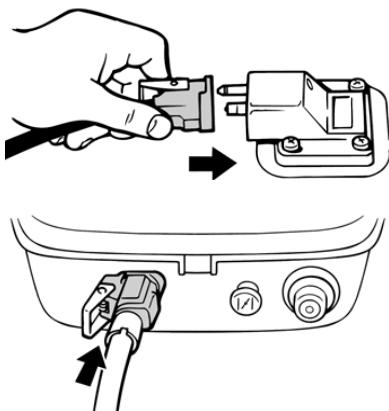

Рис.12 Подключение внешнего топливного бака
- Подключите внешний топливный бак к двигателю с помощью топливного шланга (Рис. 12).